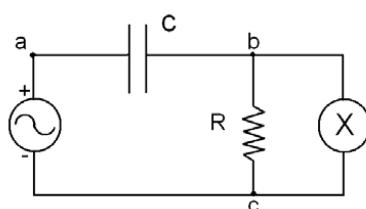

Figura 1: Circuito RC
2.- Arme el circuito de la figura 1 con $R = 10 \text{ k}\Omega$, $C = 10\,000 \text{ pF}$, la X en el círculo representa al osciloscopio. El sinusoide en el círculo representa al generador de señales con una señal cuadrada de 1 kHz y 2 V_{pp} . Recuerde que el signo "+" indica la entrada de la señal, y el "-" el retorno. Note que en esta configuración el osciloscopio recibe dos señales simultáneamente. Una de ellas es la señal directamente entregada por el generador de funciones, en el canal 1. El canal 2 registra la diferencia de potencial entre el punto "b" del circuito y el punto común (el "negativo" de la fuente); para que esta señal sea correctamente desplegada Ud, debe colocar la punta de prueba del osciloscopio en el punto "b".